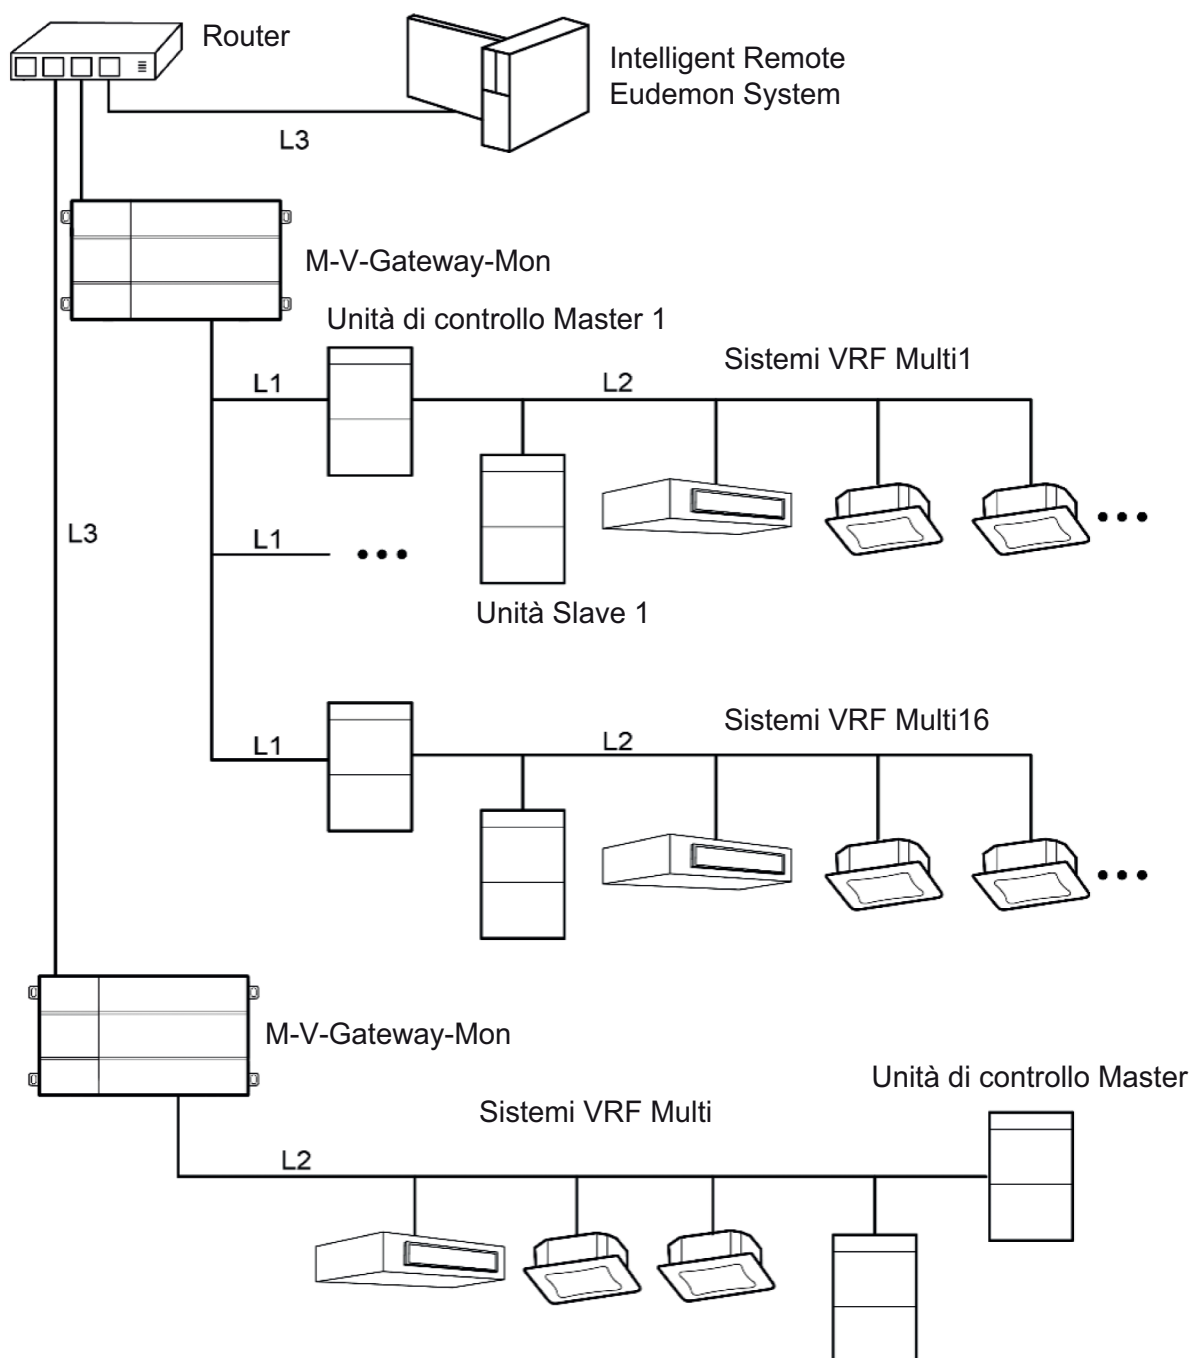

Fig. 6.1 Topologia di rete
**Rete Bus CAN2:** L1 mostrato in Fig. 6.1 è il bus CAN2, che consiste nel Controller e nell'Unità Esterna dell'impianto; una rete CAN2 può collegare fino a 16 sets di Unità Esterne e 255 sets di Unità Interne. Se la quantità di Unità Esterne è maggiore di 16 oppure la quantità di Unità Interne è maggiore di 255, è necessaria la divisione in 2 reti CAN2.
**Rete CAN1:** L2 mostrato in Fig. 6.1 è il Bus CAN1, che consiste nella rete e in tutte le Unità Esterne ed Esterne del sistema; una rete CAN1 può collegare al massimo 80 sets di Unità Interne.
**Tabella di rete:** L3 mostrato in Fig. 6.1 è il cavo generale di rete; il Controller può essere collegato a Intelligent Remote Eudemon tramite il cavo di rete.
**Nota:** L3 in Fig. 6.1 è un cavo di rete standard, L1 e L2 sono doppiini intrecciati.